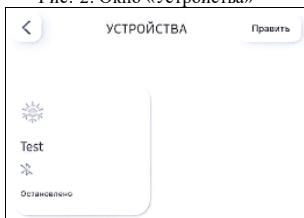

Рис. 3. Окно «Устройства»
4. Коснуться иконки , откроется окно нового устройства (Рис. 3). Если иконки нет, то коснуться «Править».